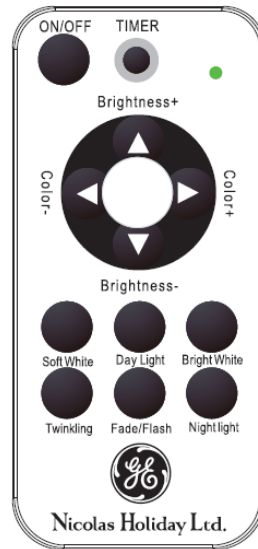

Fig.2
- El control remoto tiene doce botones (Fig.2).